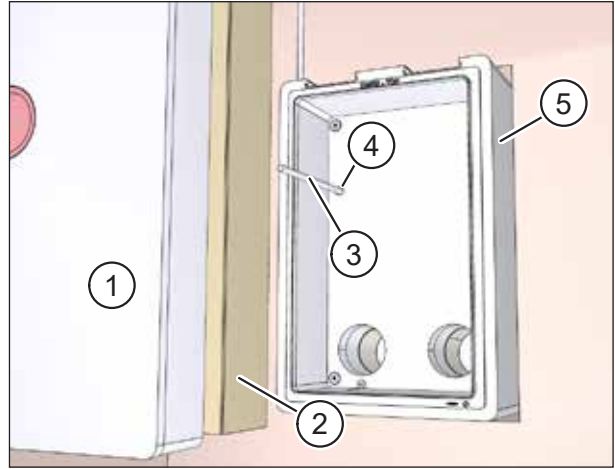

Abb. 20: Mauerkasten einsetzen
- ▶ Entfernen Sie den Putzschutzdeckel (Pos. 1 in Abb. 20) vom Mauerkasten (Pos. 5 in Abb. 20).
- ▶ Entfernen Sie die Kartoneinlage (Pos. 2 in Abb. 20) vom Mauerkasten (Pos. 5 in Abb. 20).
- ▶ Fädeln Sie das Netzkabel und ggf. das Steuerkabel (Pos. 3 in Abb. 20) durch den Kabeleinlass im Mauerkasten (Pos. 4 in Abb. 20).
- ▶ Schieben Sie den Mauerkasten (Pos. 5 in Abb. 20) vollständig in den Mauerdurchbruch.